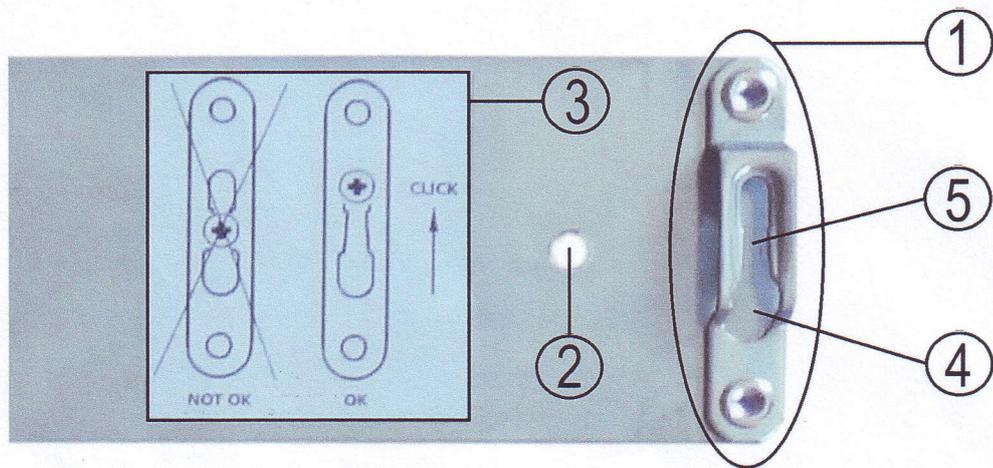

Bild 2
3. Am Tragkonstruktion finden Sie 4 Stck. Bohrlöcher deren durchmesser sind 5 mm (2.Bild 2.Markierung)
4. Von der 4 Befestigungsklammer ist 1 mit „ durchflussbegrenzer“ ausgestattet.( Bild 2. Markierung 5.)
**Daneben ist Warnaufkleber zu finden. (Bild 2. Markierung 3.)**
6. Die vorstehende Schraubenköpfe muss mann hineinpassen in der verbreites befestigungsklammerteil. ( Bild2. Markierung 4.)
8. Neben den „durchflussbegrenzer ist dem Warnaufkleber was zeigt wie mann die Paneele richtig montieren muss( Bild 2, Markierung 3)
9. Laut in der 7. Punkt Detaillierte beschreibung, sollte mann der aus der Infrapaneel vorstehende Schraubenköpfe entscheidenden bewegen durch der „durchflussbegrenzung“ durchschlagen. / entweder mit der Hand oder mit Gummihammer/ ( Bild 2 Markierung 5.)